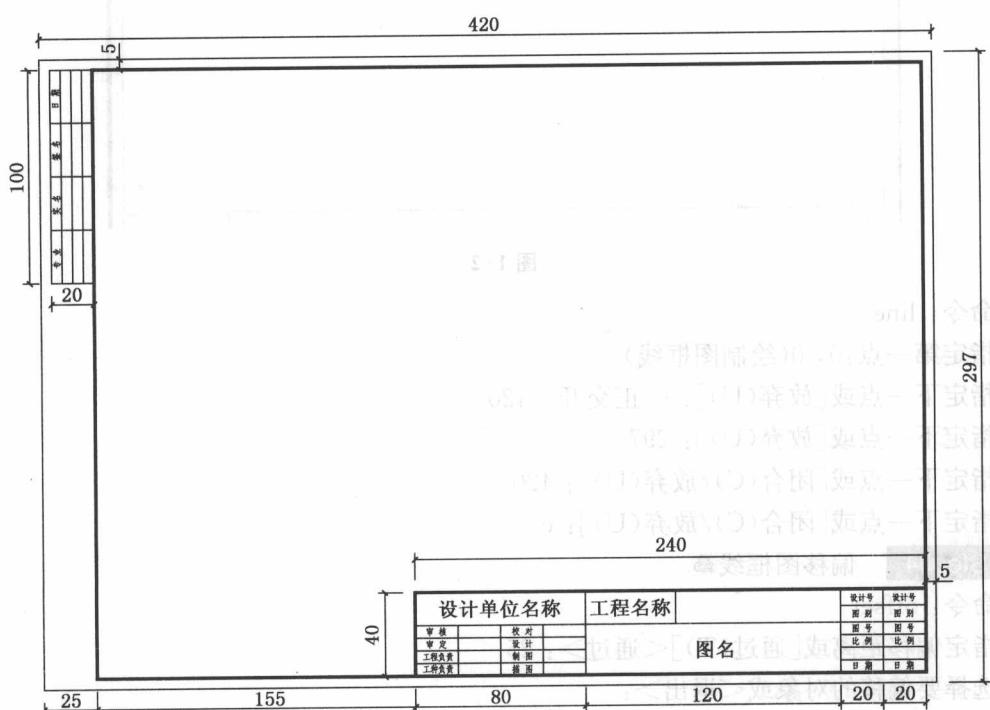

图 1-1
- 绘制 A3 图纸，并将绘制完成的图纸作为样板保存。（如图 1-1）